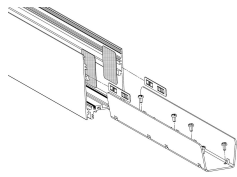

Рисунок 4
- На стыки светильников, поверх соединительных пластин наклейте черную пленку (Рисунок 4);